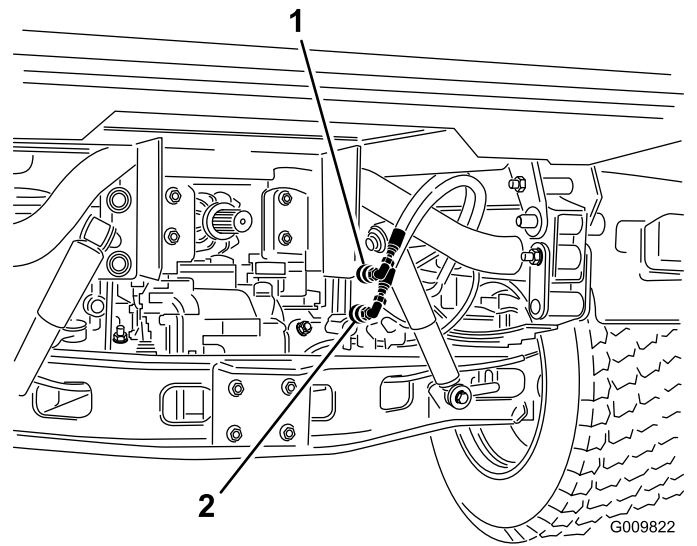

Figura 83
2. Scollegate i due tubi dei connettori rapidi dai tubi fissati alla relativa staffa, su entrambe le macchine (Figura 83).